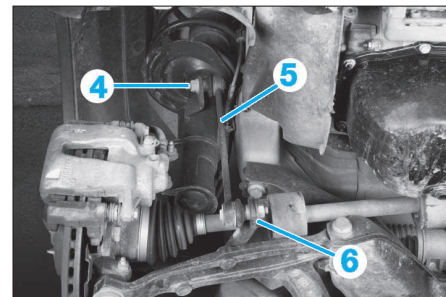
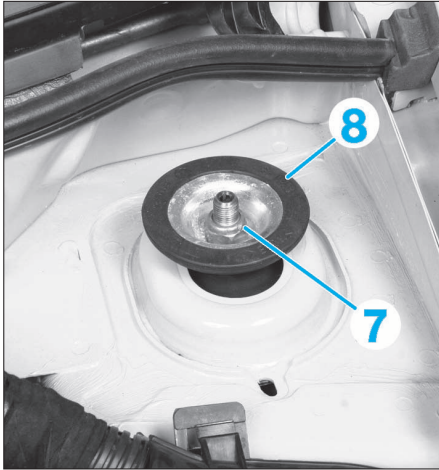

FIG. 4
FIG. 5
- l'écrou (4) de fixation de la biellette (5) de barre stabilisatrice (6) sur l'élément de suspension (Fig.4).
- l'écrou (7) de fixation supérieure en retenant l'élément de suspension (Fig.5).
- la coupelle (8).
- Présenter l'élément de suspension et reposer un écrou neuf avec sa coupelle supérieure de fixation (8) sans le bloquer dans l'immédiat (Fig.5).
- Accoupler la rotule supérieure de la biellette (5) de barre stabilisatrice sur l'élément de suspension et la serrer au couple (Fig.4).
- Reposer des boulons neufs des fixations inférieures (1) de l'élément de suspension et les serrer également au couple (en plaçant la clé dynamométrique sur l'écrou et en maintenant la vis).
- Bloquer l'écrou de fixation supérieure (7) de l'élément de suspension (Fig.5).